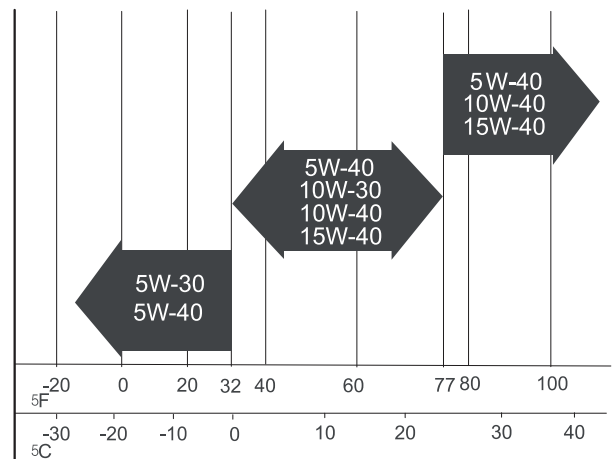

**Figura 53**
3. Conecte una pistola de engrasar a los engrasadores (Figura 53).